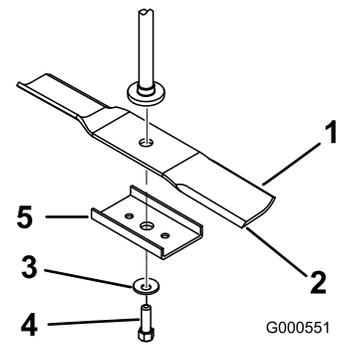

Figura 45
2. Retire del eje el perno de la cuchilla, la arandela curva y la cuchilla (Figura 45).
1. Instale la cuchilla en el eje (Figura 45).
2. Instale la arandela curva (con la copa hacia la cuchilla) y el perno de la cuchilla (Figura 45).